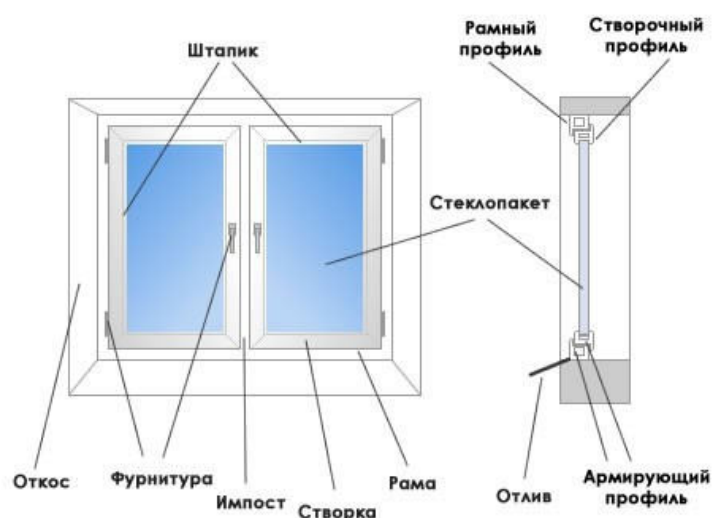

Рис. 2. Схема пластикового окна
Расположение оборудования показано на рис. 2.
- Схема пластикового окна приведена на рис. 2.